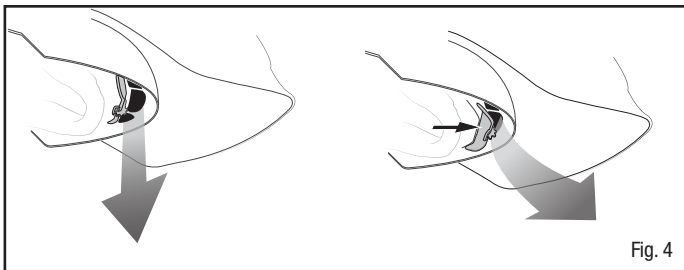

Fig. 4
6. Au besoin, régler le débit d'air à l'intérieur de la pièce faciale pour un port plus confortable. Pour ce faire, relever complètement l'écran interne. Repérer le déflecteur d'air bleu à l'avant de la pièce faciale et le faire pivoter. La Fig. 4 illustre où le déflecteur d'air est situé ainsi que le cheminement de l'air. Il comporte deux réglages. Il peut être entièrement ouvert pour permettre un plus grand débit d'air sur le visage ou partiellement fermé, pour rediriger une partie du débit d'air vers la visière interne. Après avoir réglé le déflecteur d'air, abaisser complètement l'écran interne.